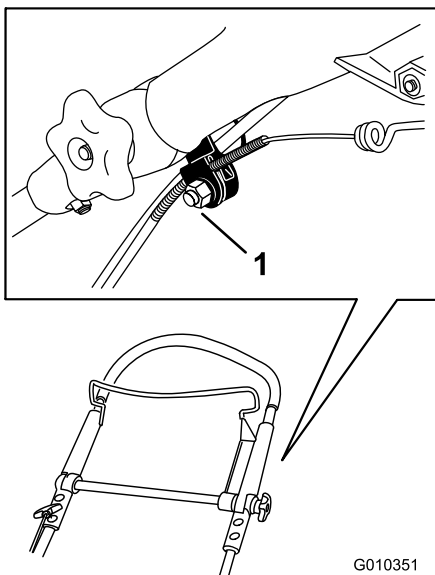

Figure 44
1. Desserrez l'écrou sur le support du câble (Figure 44).